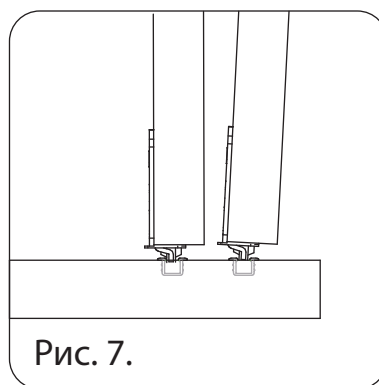
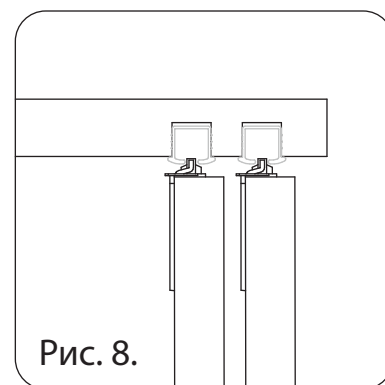

Рис. 7.
Рис. 8.
3. Вращением регулировочного колеса 3, отрегулируйте ящик по глубине (см. рис. 7).
5. Установите внешнюю дверь, нижними роликами на внешний трек дна (см. рис. 7). А верхние ролики спозиционируйте под внешним треком крыши, нажмите на «флажок» верхних роликов и высвободите направляющее колесо, чтобы оно попало в трек (см. рис. 8).